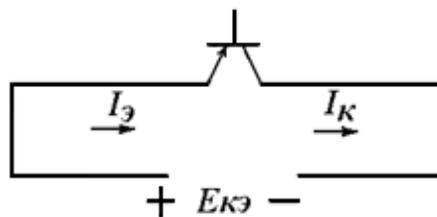

Рис. 2.63. Схема к задаче 10
10. Кремниевый транзистор $p-n-p$ -типа включен по схеме рис. 2.63.